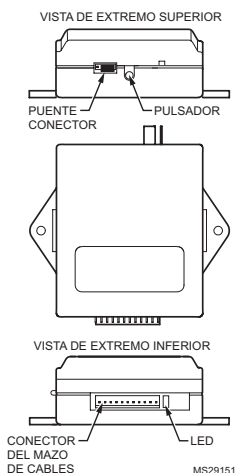

Fig. 4. Componentes del receptor.
Consulte la Fig. 4 y seleccione la opción de retraso deseada para el puente conector:
3. En el receptor oprima el pulsador negro tres veces para la zona 3 (consulte la Fig. 4 en la página 4). El LED rojo en el lado opuesto del receptor parpadeará tres veces. Consulte la Fig. 4 en la página 4 para conocer la ubicación del pulsador y del LED.
1. Mantenga oprimido el pulsador negro (consulte la Fig. 4 en la página 4) del receptor durante seis (6) segundos.